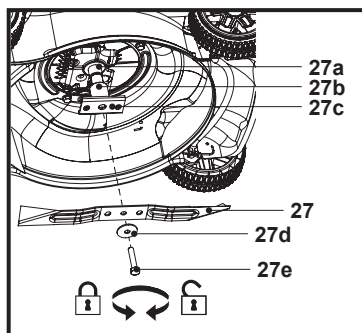

Fig. 18
1. Păstrează partea de dedesubt și lama (27) curate și lipsite de reziduuri. Îndepărtează resturile vegetale din jgheabul de evacuare spate (26).
2. Înainte de utilizare, verifică periodic dacă toate elementele de prindere, precum piulițele și șuruburile, sunt strânse bine. După o utilizare îndelungată, mai ales pe sol nisipos, lama (27) se va uza și își va pierde parțial forma inițială. Eficiența de tăiere va fi redusă, iar lama (27) trebuie înlocuită.
3. Păstrează lama (27) ascuțită pentru o bună performanță de tăiere. Când se uzează sau se deteriorează, înlocuiește lama (27) cu una nouă de același tip sau apelează la un specialist calificat pentru a o ascuți.
4. Dacă nu este posibilă ridicarea cu cricul a mașinii, înclin-o pe partea dreaptă, astfel încât bușonul rezervorului de combustibil (7a) să fie orientat în sus. Acest lucru previne scurgerile de combustibil și pornirea mai grea din cauza înecării carburatorului (10).
5. Slăbește șurubul cu cap hexagonal (27e) în sens antiorar folosind o cheie adecvată (de 17 mm) și scoate-l împreună cu șaiba (27d), lama (27), suportul lamei (19b) și bucșa interioară (27b) de pe ax (27a).
6. Înlocuiește lama (27) cu una nouă de același tip. Montează la loc suportul lamei (27c) împreună cu bucșa interioară (27b) pe ax (27a) și asigură-te că fanta suportului lamei (27c) trece prin proeminența de la capătul axului (27a). Verifică starea flanșei de pe suportul lamei (27c), apoi montează corect lama (27) și fixează ansamblul cu șaiba (27d) și șurubul cu cap hexagonal (27e). Strânge șurubul cu cap hexagonal (27e) în sens orar la 45 Nm minimum, 60 Nm maximum, pentru utilizarea în siguranță a mașinii (Fig. 18).